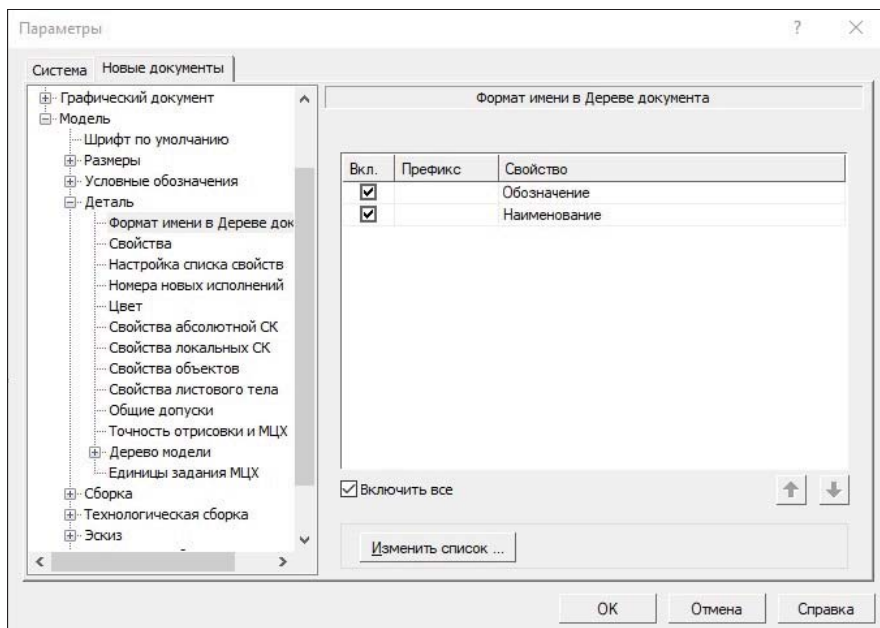

Рис. 27.9. Диалоговое окно **Параметры** с открытой панелью **Формат имени в Дереве документа**
- ♦ щелкните ЛК по пункту **Формат имени в Дереве документа** — справа раскроется панель **Формат имени в Дереве документа** (рис. 27.9), на которой выполняется